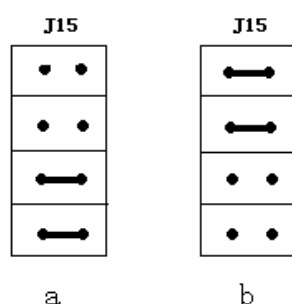

图 6. COM2 和 RS485 的转换
2. COM2: 可设置为 RS-232 或 RS-485 两种方式, 两种方式的转换可以通过 RDY-18F 电路板上跳线端子 “J15” 来实现。按照图 6 中 a 连接端子时将 COM2 设置为 RS-232 方式; 按照图 6 中 b 连接端子时将 COM2 设置为 RS-485 方式。